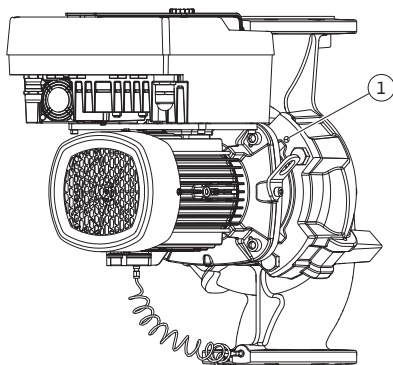

Fig. 10: Insteekset er via draadboringen af-drukken
5. Druk de insteekset (zie Fig. 4) van het pomphuis af. Al naargelang het pomptype (zie Fig. I ... Fig. IV) zijn er twee mogelijke benaderingen. Maak voor het pomptype (Fig. III en Fig. IV) de schroeven (pos. 29) los. Gebruik de twee draadboringen (Fig. 10, pos. 1) die ernaast liggen en gebruik geschikte schroeven (niet inbegrepen, bijv. M10 x 25 mm). Gebruik voor het pomptype (Fig. I en Fig. II) de twee draadboringen M10 (Fig. 104). Gebruik hiervoor geschikte schroeven (niet inbegrepen, bijv. M10 x 20 mm). Voor het af-drukken kunnen ook de spleten (Fig. 104, pos. 2) worden gebruikt.